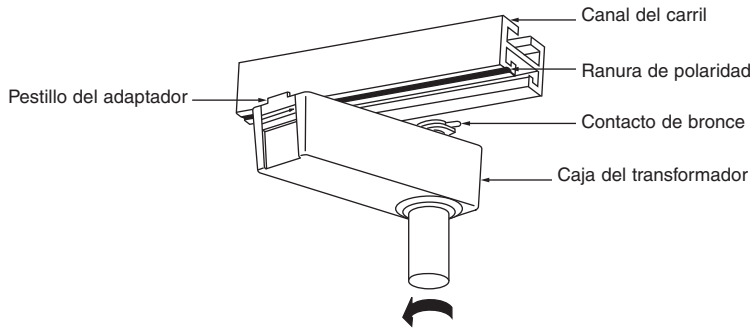

FIGURA 1
1. Inserte el contacto de bronce en la parte superior de la caja del transformador en el canal del carril. Consulte la **Figura 1**.
4. Inserte el contacto de bronce en la parte superior del adaptador/la caja del transformador en el canal del carril. Consulte la **Figura 1**.